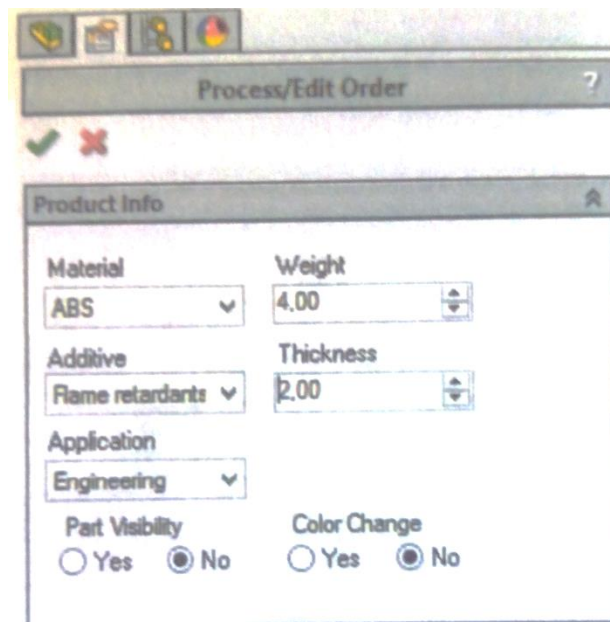

Figura 50- Tipo de material a injetar
4. *Product Info*- É a etapa onde se tem de identificar o material a utilizar e as suas características, figura 50.